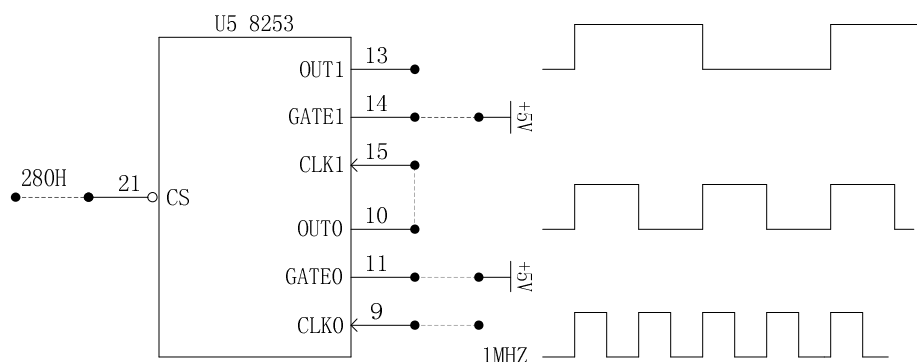

图3-2
- 2、按图3-2连接电路,将计数器0、计数器1分别设置为方式3,计数初值设为1000,用逻辑笔观察OUT1输出电平的变化(频率1HZ)。